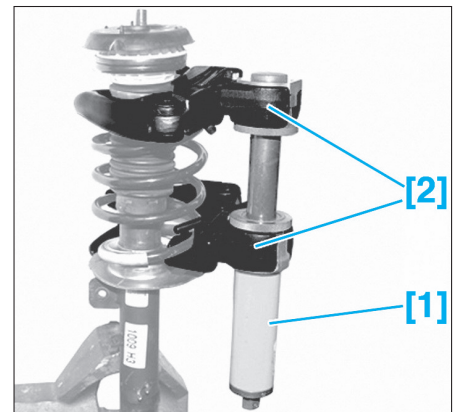

FIG. 13
- A l'aide des outils [1] et [2], comprimer le ressort (Fig.13).